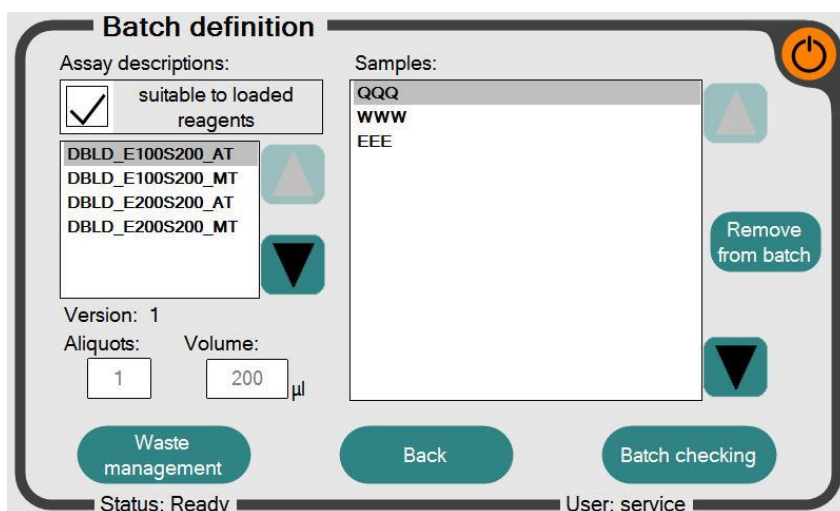

Figura 11: Ecrã de definição de lotes
A tela de definição do lote (Figura 11) permite selecionar/desselecionar o ensaio, bem como a quantidade de amostra pretendida. O ensaio pode ser alterado com as duas teclas de seta (A).